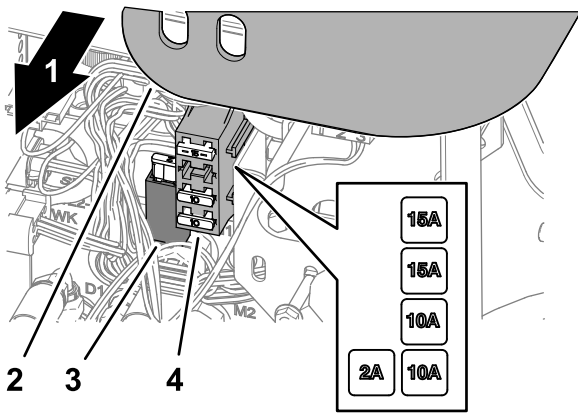

Figura 79
2. Ridicați capacul de pe brațul de control (Figura 79).
3. Localizai sigurana arsă în suportul siguranei sau blocul de sigurane (Figura 79).
5. Montați capacul la braul de control (Figura 79).